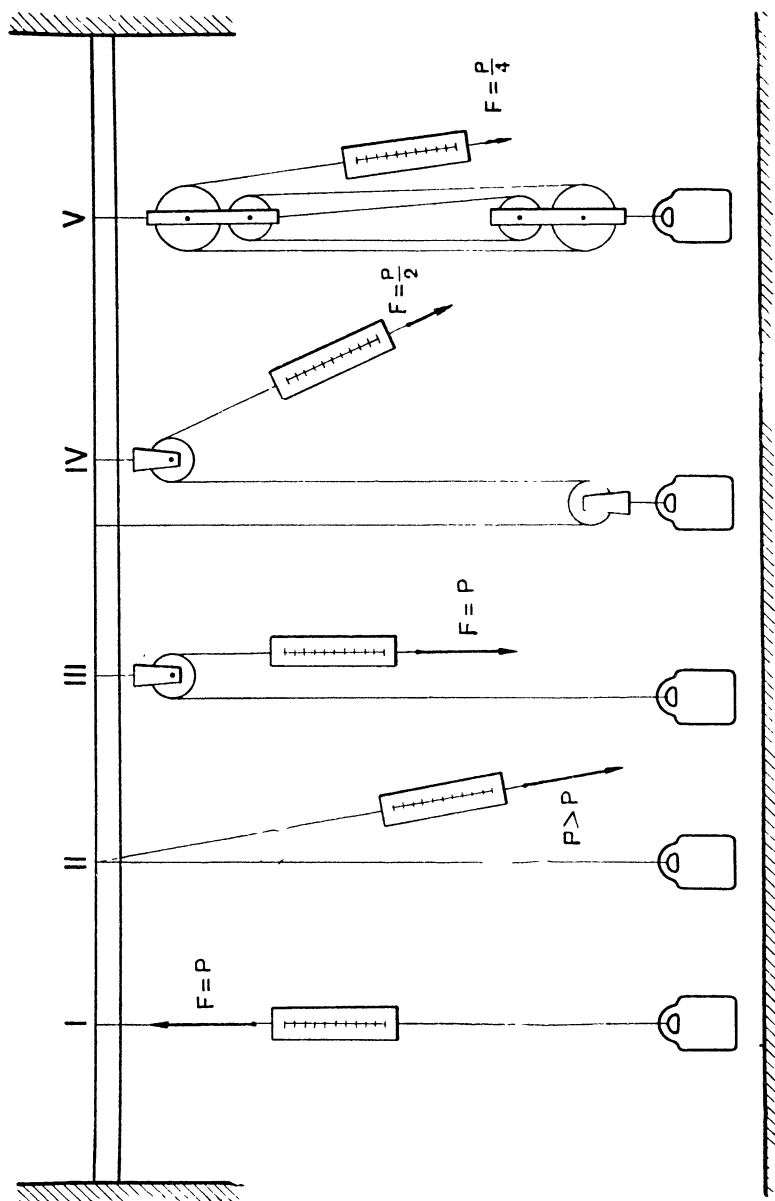

Рис. 207. Использование блоков.
1) При помощи динамометра поднять груз вертикально вверх на некоторую высоту (рис. 207). Записать показание динамометра. Заметить высоту поднятия груза. (При каждом последующем опыте высота подъёма груза должна быть одной и той же.)